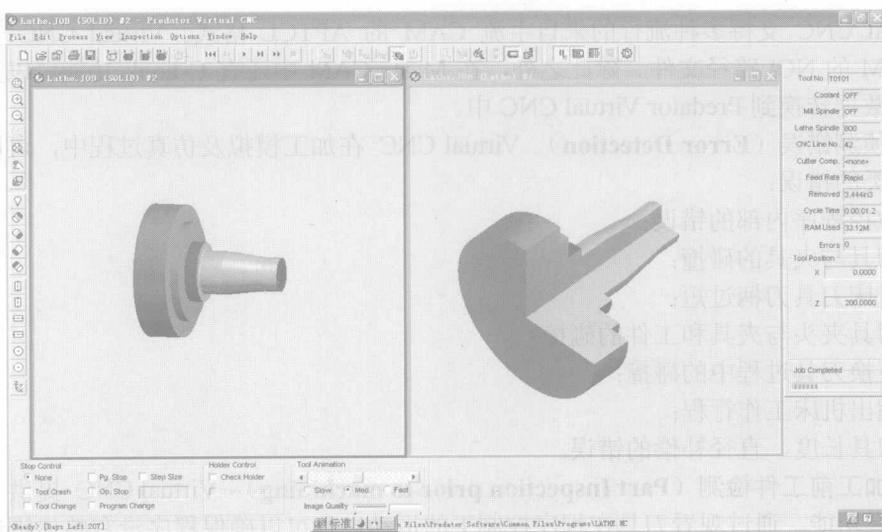

图 1-14 车加工模拟
(2) **2 轴车加工 (2 Axis Turning)** Virtual CNC 支持标准 2-Axis 车削加工，如 Lathe Z-Hor/Vert。包括 OD/ID 粗车、精车、端面车削、车槽、螺纹、钻孔等工艺。用户可根据机床类型和控制器型号，灵活地配置机床。支持子程序、宏、变量表达式、循环与分支语句等。车加工模拟见图 1-14。